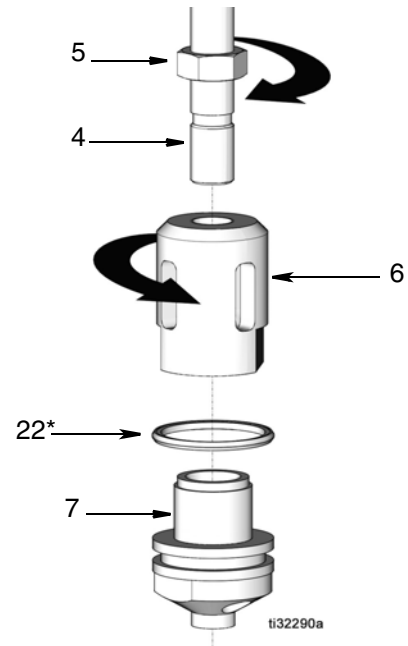

图 14
4. 更换阀门外壳活塞 (7) 上的活塞密封件 (22*) (图 14)。
5. 将连接杆 (4) 拧入阀门外壳 (6) 中，并按照第 13 页中 **止回阀调整** 的说明调整球行程。将螺母 (5) 拧紧至 60 磅英尺 (81.35 牛·米) (图 14)。